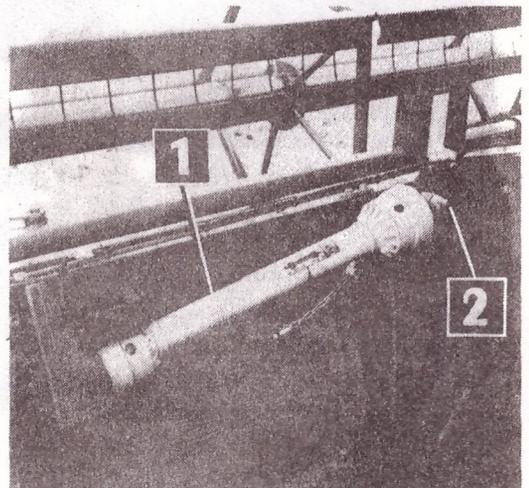

FIG. 7
- monter l'arbre à cardan (1, fig.7) sur l'axe du pignon de l'arbre de commande de barre et le fixer à l'aide de la vis (2) ;